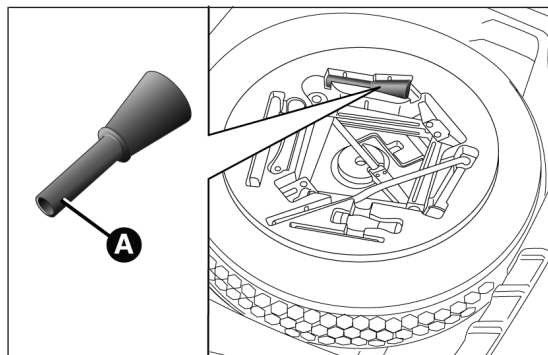
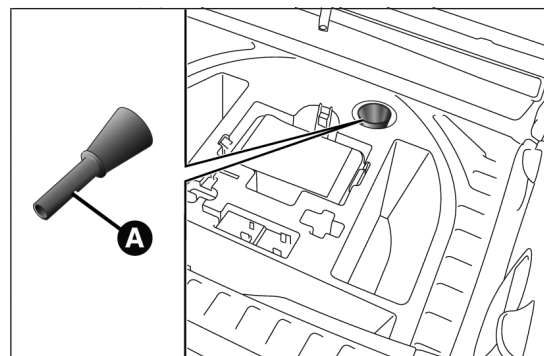

fig. 127
fig. 128
- ouvrir le coffre à bagages et prendre l'adaptateur spécial A situé dans la boîte à outils (versions équipées de roue compacte de secours - pour les versions/marchés qui le prévoient) fig. 127 ou dans la boîte du Fix&Go Automatic (versions équipées de Fix&Go Automatic) fig. 128 ;